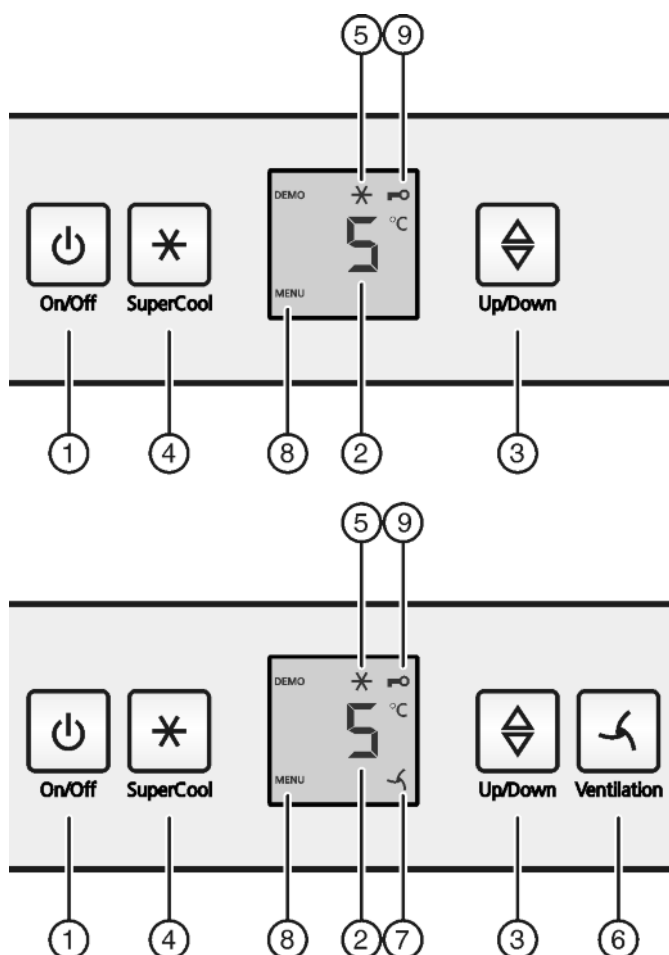

Fig. 2
- Stiskněte tlačítko On/Off Fig. 2 (1).
- Stiskněte tlačítko SuperCool Fig. 2 (4) asi na 5 sekund.
- ▷ Na displeji se zobrazí Symbol menu Fig. 2 (8).
- Potvrďte krátce tlačítkem SuperCool Fig. 2 (4).
- ▷ Na displeji svítí Symbol dětské pojistky Fig. 2 (9).
- Stiskněte krátce tlačítko On/Off Fig. 2 (1).
- Vyvolání funkce teploty: Stiskněte seřizovací tlačítko Fig. 2 (3).
- Teplotu měňte v krocích po 1 °C: Seřizovací tlačítko Fig. 2 (3) stiskněte tolikrát, až na ukazateli teploty svítí požadovaná teplota.
- Krátce stiskněte tlačítko SuperCool Fig. 2 (4).
- Symbol SuperCool Fig. 2 (5) na ukazateli svítí.
- Symbol SuperCool Fig. 2 (5) na ukazateli zhasne.
- Krátce stiskněte tlačítko Ventilation Fig. 2 (6).
- Symbol Ventilation Fig. 2 (7) svítí.
- Symbol Ventilation Fig. 2 (7) zhasne.